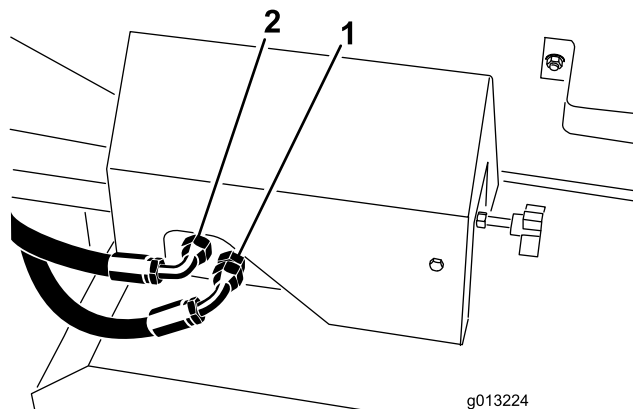
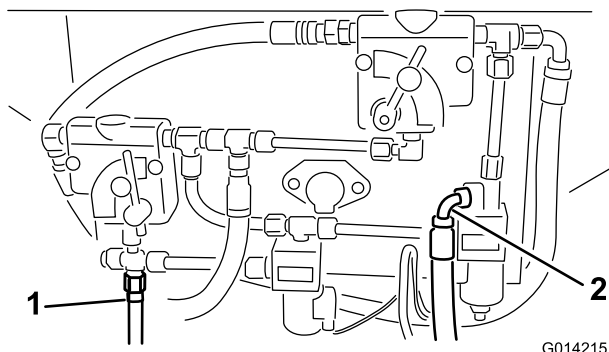
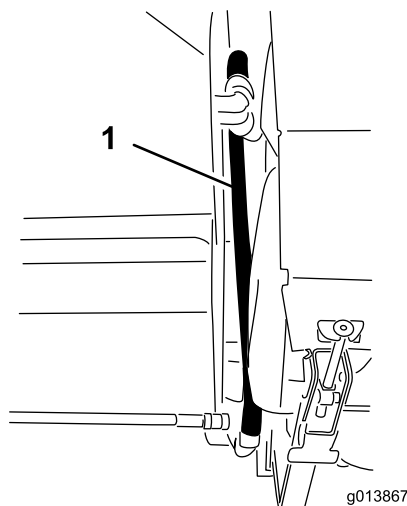
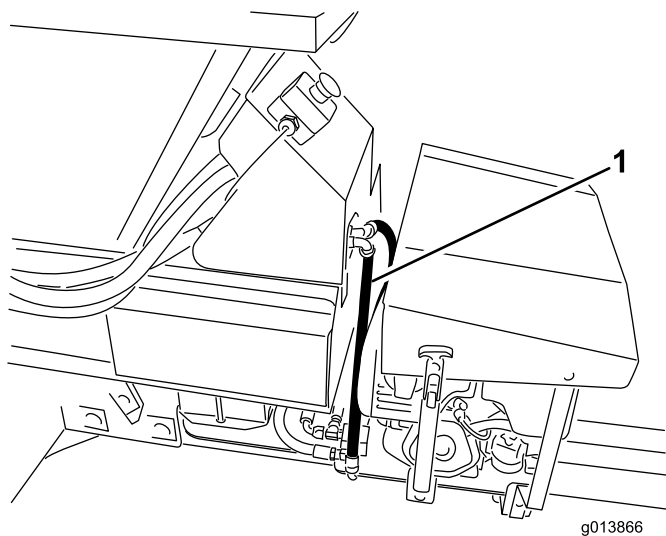

Figura 15
Figura 14
Figura 16
Figura 17
39. Identifique las conexiones de presión y retorno de la ProPass - modelo básico. Consulte Figura 14 para las versiones SH y Figura 15 para las versiones EH.
40. Si ya había manguitos de presión y retorno instalados en los puntos indicados en Figura 14 y Figura 15, retírelos.
41. Conecte los manguitos hidráulicos al panel de control hidráulico. Consulte Figura 14 y Figura 16 para las versiones SH, y Figura 15 y Figura 17 para las versiones EH.